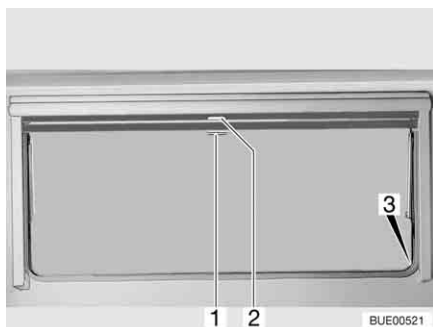

Bild 72 Överkantshängt fönster
- Drag ned mörklägningsrullgardinen med handtaget (Bild 72,2). När mörklägningsrullgardinen dras ned helt fäster man det man i spärrarna (Bild 72,3) på båda sidorna på fönsterkarmen.
- När mörklägningsrullgardinen är helt neddragen: Tryck ned handtaget (Bild 72,2) och drag det något inåt. Nu kan man ta loss mörklägningsrullgardinen ur spärrarna på båda sidorna av fönsterkarmen.
- När mörklägningsrullgardinen inte är helt neddragen: Drag handtaget (Bild 72,2) lätt nedåt tills spärren släpper.
- Drag ner insektsnätet med handtaget (Bild 72,1) och fäst det i spärrarna (Bild 72,3) på båda sidorna av fönsterkarmen.
- Tryck ned handtaget (Bild 72,1) och drag det något inåt. Lossa insektsnätet ur spärrarna på båda sidorna av fönsterkarmen.